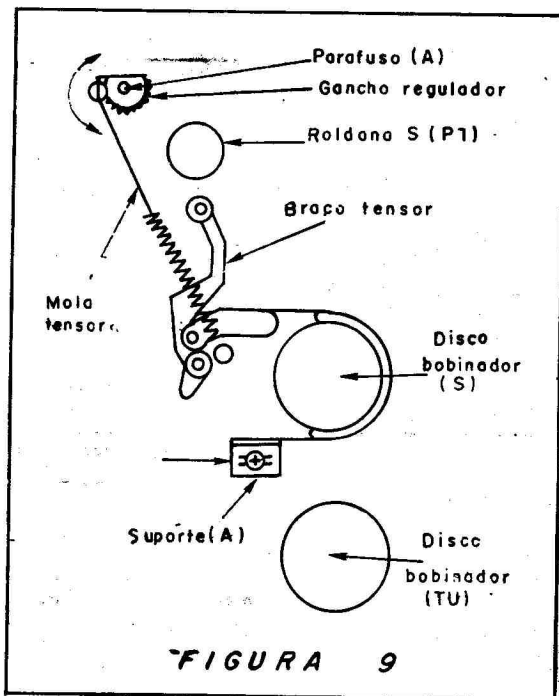

FIGURA 9
Se a leitura não estiver dentro da especificação do fabricante, afrouxe o parafuso pequeno (A) da figura 9, vire o gancho de um lado para outro até atingir o valor especificado.